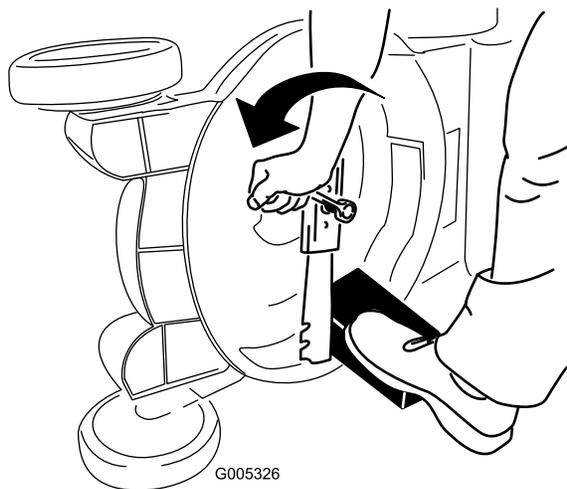

Figure 40
3. Immobilisez la lame avec un morceau de bois (Figure 40).
4. Déposez la lame mais ne jetez pas les fixations (Figure 40).